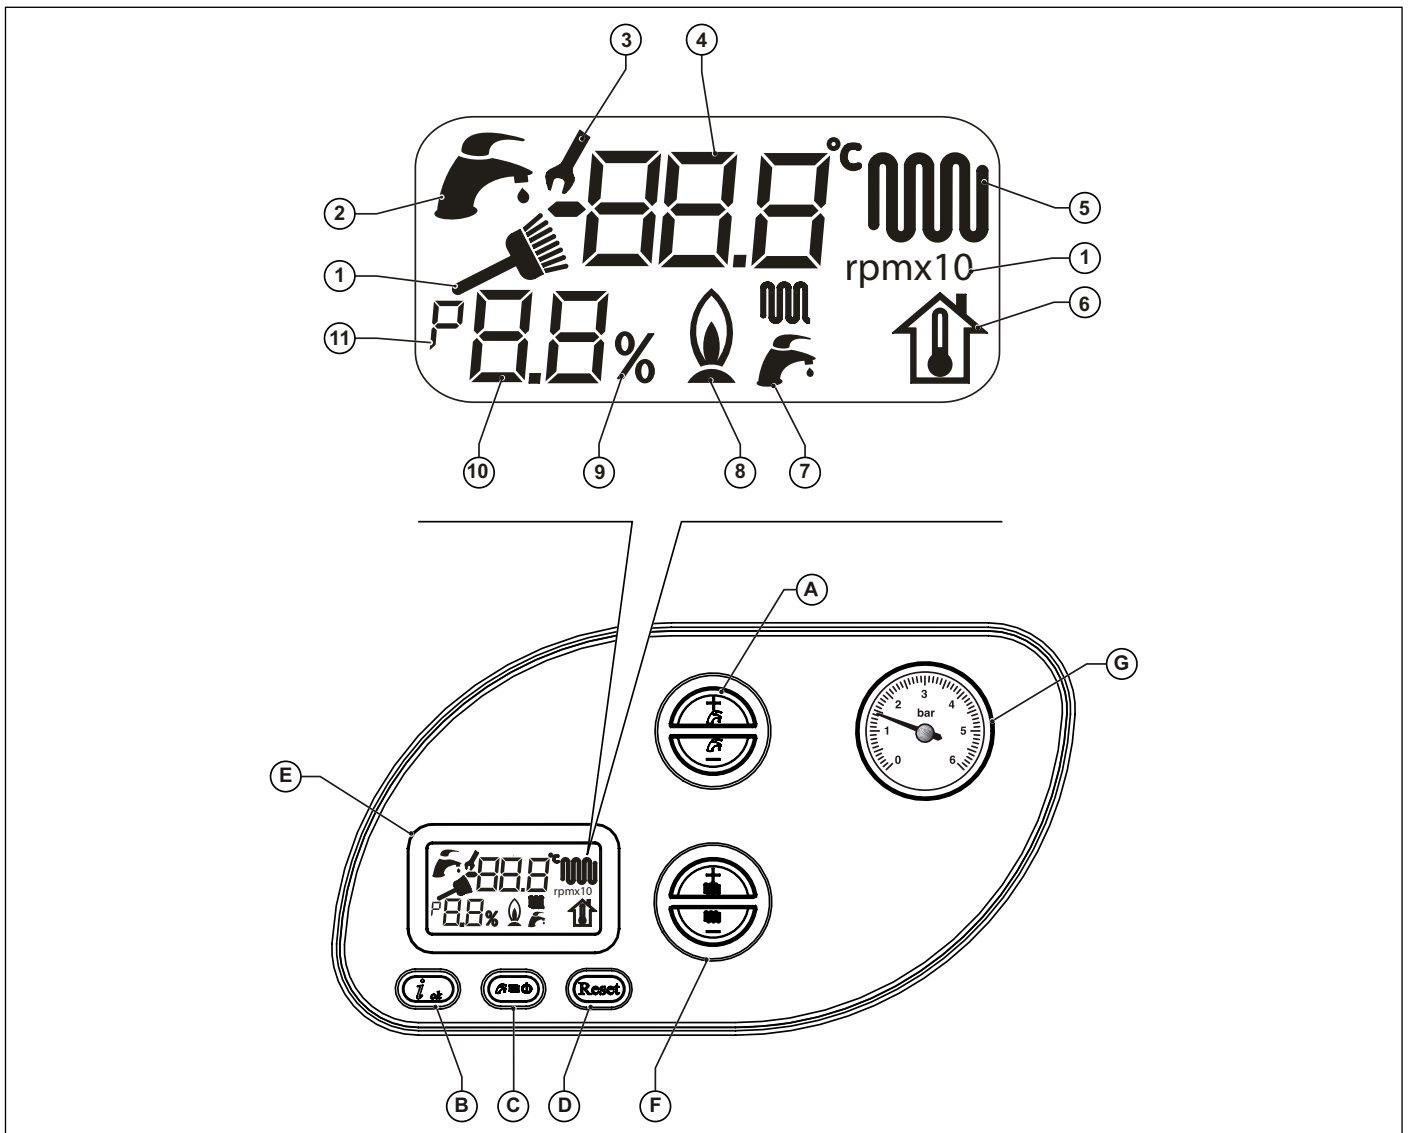

Fig. 1 Panel de regulación
| Fig. 1 Panel de regulación . . . . .                            | 9  |
- Seleccionar el sistema de funcionamiento de la caldera: OFF/VERANO/ INVIERNO/SÓLO CALEFACCIÓN (ver tecla (C) en la Fig. 1 Panel de regulación en la página 9).